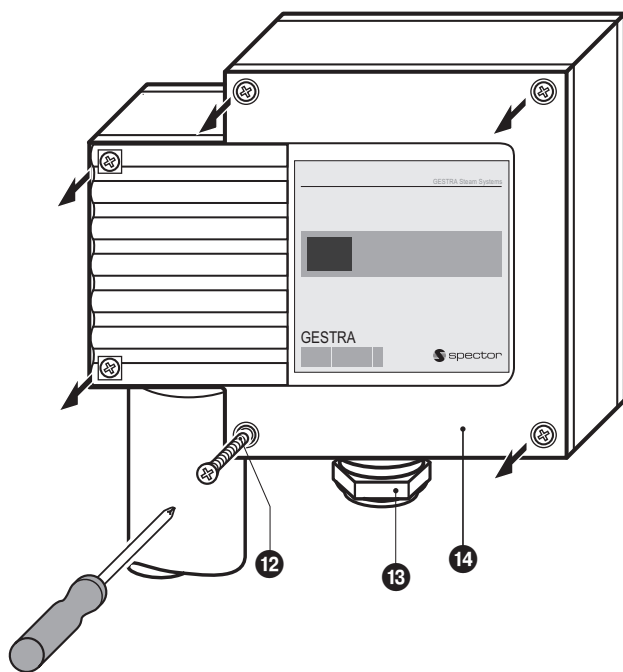

Fig. 14
1. Schrauben **12** lösen und Gehäusedeckel **14** abnehmen. **Fig. 14.** Auf diesen Deckel zeigt der Pfeil auf dem Typenschild.
1. Schrauben ⑫ lösen und Gehäusedeckel ⑭ abnehmen. **Fig. 14, 15**
2. Kabelverschraubung ⑬ lösen. Kabel durch Kabeldurchführung ziehen.
3. Klemmleiste ⑮ von Leiterplatte abziehen.
7. Gehäusedeckel ⑭ aufsetzen und Schrauben ⑫ fest anziehen.